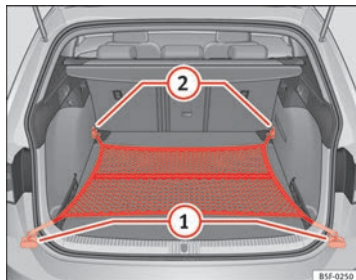

Fig. 108 No porta-bagagens: saco de rede fixado rente ao piso (modelo LEON ST).
- Dependendo do caso, levante as argolas de fixação dianteiras ⇒ Fig. 108 ②.
- Fixe os ganchos da rede nas argolas de fixação ② ⇒ ⚠. O fecho de correr do saco deve ficar voltado para cima.
- Fixe os ganchos da rede nas argolas de fixação ①.